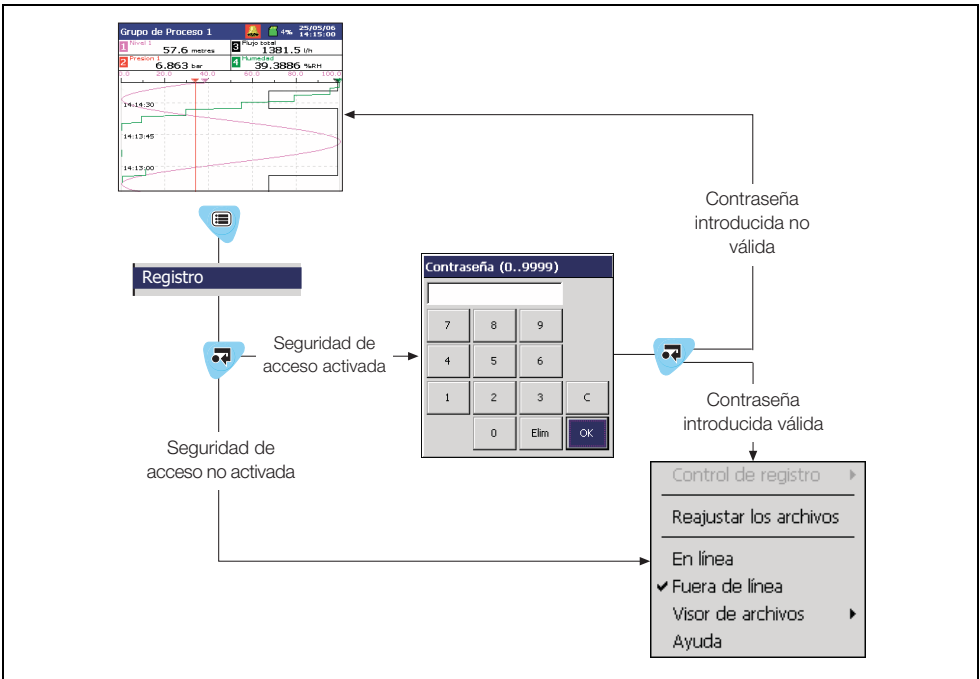

Fig. 5.1 Acceso al registro – Seguridad básica
- Si "Sistema de Seguridad" se encuentra en "Básico" y "Seguridad de acceso" está activada, el acceso a la función de registro estará protegido por una sola contraseña para todos los usuarios. Consulte la Fig. 5.1 para acceder al registro.